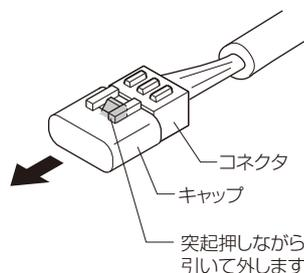

図4-2
- ①コネクタ付電源ケーブルのコネクタからキャップを取外してください。(図4-2参照)